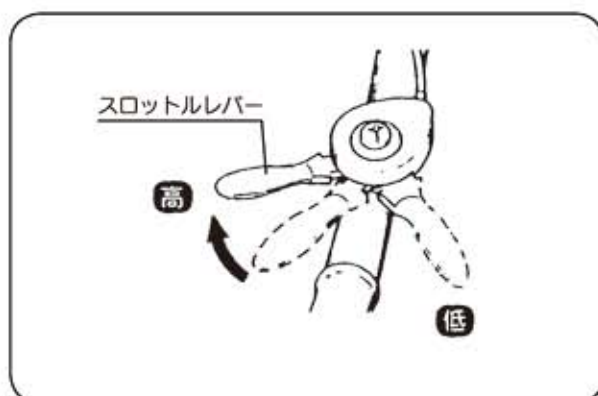

図12
- ②スロットルレバーをゆっくり「低→高」の位置にします。(図12)